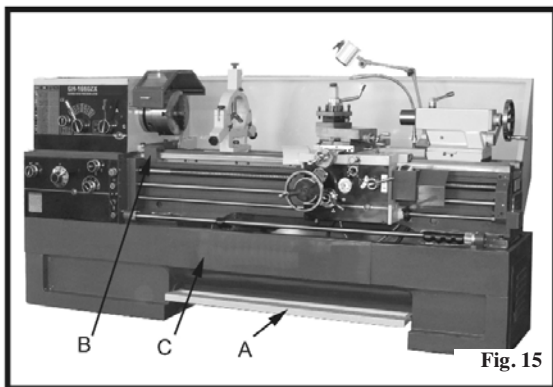

Fig. 15
20. **Fotbrens:** (A, fig. 15) De bevegelige delene sitter i arbeidsbenken. Bremseanordningen sitter i spindeldokkens drivskive. Tråkk på pedalen for å stoppe dreiebenken. (Observer: Dreiebenken får fortsatt strøm.)
21. **Mikrobrens:** (B, fig. 15) Kan brukes ved manuell mating. Med hjelp av skalaen kan bremsen finjusteres. Mikrobremsen kan flyttes på arbeidsbenken ved at de to sekskantskruene under bremsen løsnes.
22. **Deksel:** (C, fig. 15) Den kan enkelt tas løs ved rengjøring av stativet.